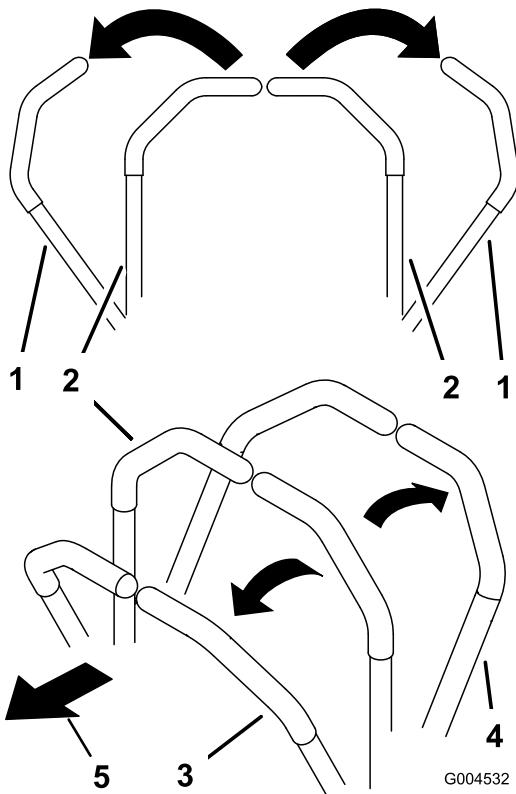

Figura 18
1. Desloque as alavancas de controlo do movimento (Figura 18) para fora para a posição de bloqueadas em ponto-morto.
- Para andar a direito para a frente empurre as alavancas de controlo do movimento para a frente (Figura 18).
- Para andar a direito para a frente puxe as alavancas de controlo do movimento para trás (Figura 18).
- Para ligar, desacelere a máquina puxando para trás ambas as alavancas e depois empurrando para a frente a alavanca do lado oposto daquele que quer virar (Figura 18).